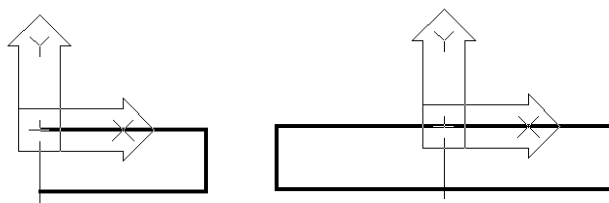

Рис. 119
- Выполнить шпонку полностью, используя команду **ЗЕРКАЛО** (рис. 119).